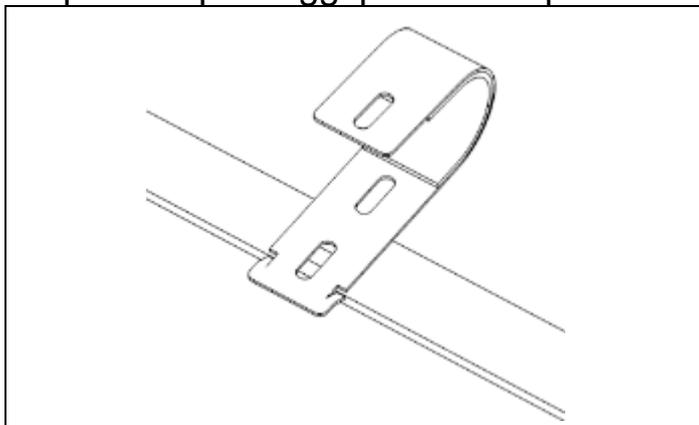

Figura 4
**Fase 2:** montare i ganci (D) sul pannello solare
- Agganciare il gancio al telaio del pannello solare e farlo scattare per fissarlo (figura 4).
**Fase 2:** assemblare la staffa posteriore (B) (già fatto)
- Fissare il supporto (C2) con M8x60 (J) e un dado esagonale (E) sulla gamba posteriore (B) (figura 4).